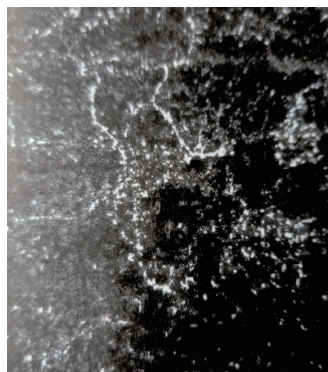

图1 T12钢网状碳化物(500×)
(1) 网状碳化物 当模具钢存在严重的网状碳化物时, 使脆化增加, 在冲切过程中易在应力集中部位形成微裂纹, 随着冲切次数的增加, 微裂纹扩展, 最终导致断裂, 如图1所示。